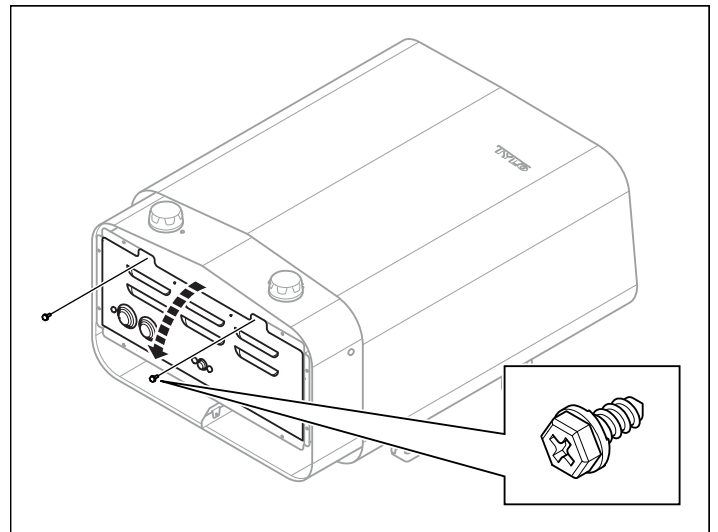

Abb. 5: Öffnen/Schließen der Abdeckung
2. Lösen Sie die Schrauben und öffnen Sie die Abdeckung, siehe Abb. 5, Seite 10.
4. Schließen Sie die Abdeckung und drehen Sie die Schrauben ein, siehe Abb. 5, Seite 10.